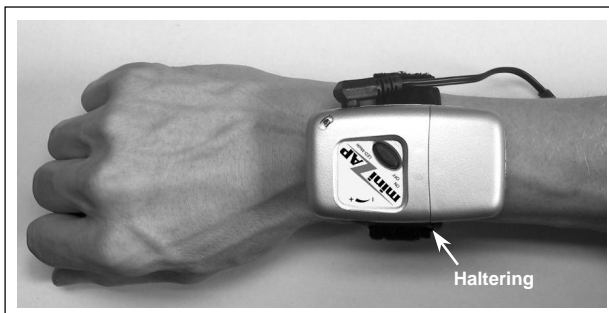

Abbildung 4: **miniZAP**® auf Armband kletten und Elektrodenkabel an **miniZAP**® anschließen.
- 4. Schritt:** **miniZAP**® auf das Armband kletten, anschließend das Elektrodenkabel in die Ausgangsbuchse des **miniZAP**® stecken (**Abb. 4**).